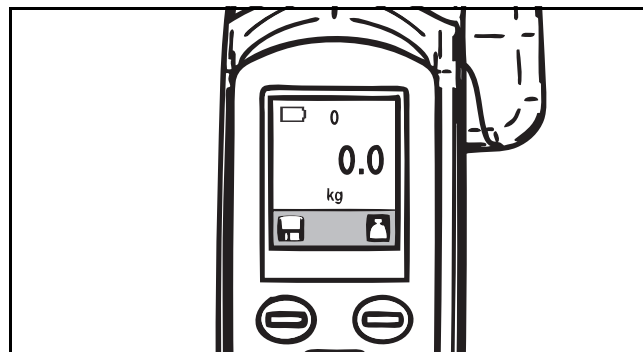

Рис. 61
- 2) Если стропы уже были установлены на крановой балке на момент включения, подъемник MAXI MOVE будет автоматически выставлен на ноль с учетом массы стропы (см. Рис. 61).